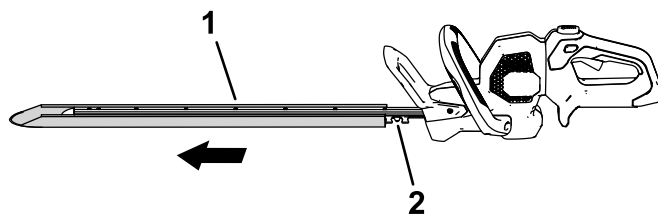

Figura 5
1. Retire la funda protectora de las cuchillas (Figura 5).